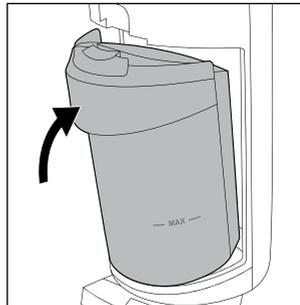

Fig. 30
- ◆ Vuelva a fijar el depósito de agua sucia **2** en el aparato; para ello, inserte primero la parte inferior del depósito de agua sucia **2**. Tras esto, mueva el depósito de agua sucia **2** en dirección al aparato hasta que el depósito de agua sucia **2** encastre audiblemente en él (consulte la fig. 30).